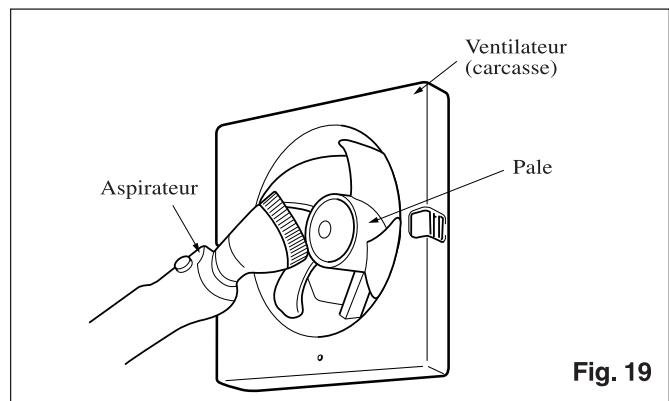

Fig. 19
3. Dépoussiérer et décrasser les pales du ventilateur et la carcasse avec un nettoyeur à vapeur (voir Fig. 19).